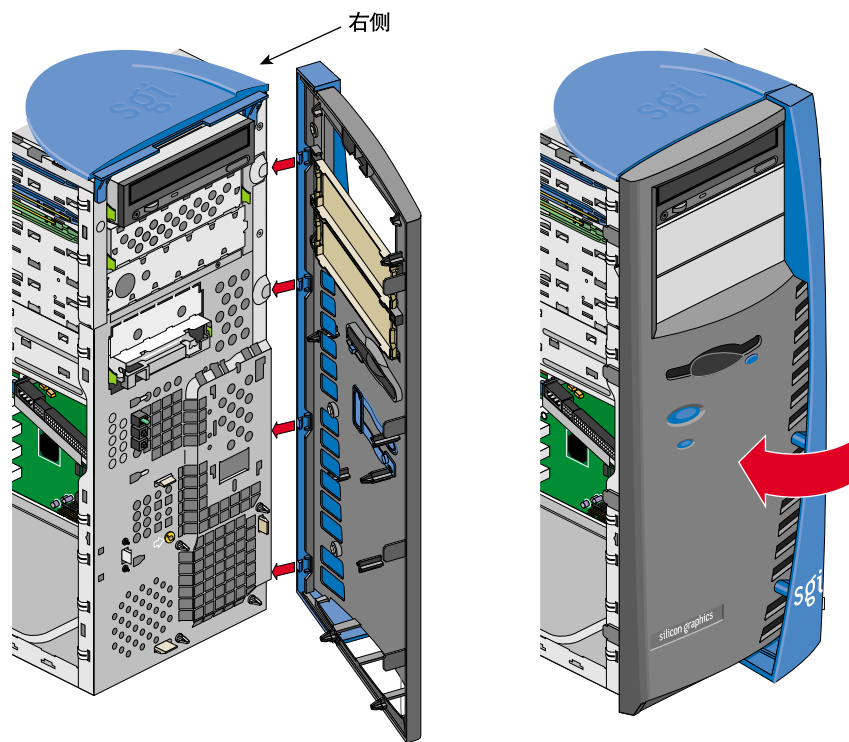

图 2-30 重新装上挡板
- 找到挡板右侧的四个卡舌，其位置如图 2-30 所示。
- 将挡板右侧放在机架上，使四个卡舌插入各自的孔内，如图 2-30 所示。